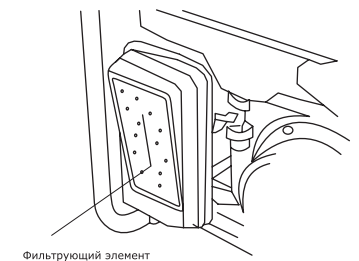

Рис. 21
- Откройте крышку фильтра (рис. 21).